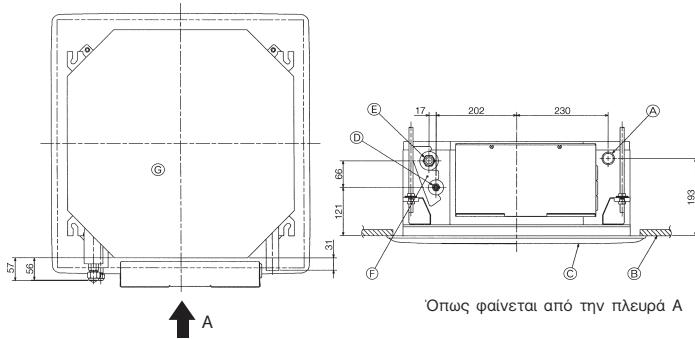

Fig. 5-8
5.3. Θέσεις αγωγών ψυκτικού και αποστράγγισης (Fig. 5-8)